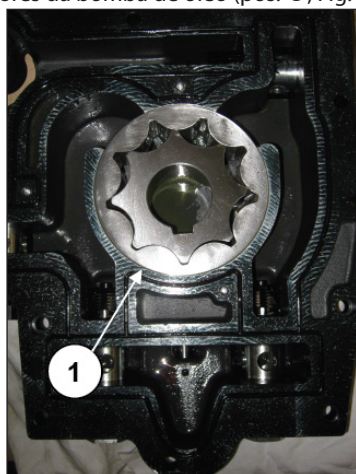

Fig. 151
Monte os rotores da bomba de óleo (pos. ①, Fig. 151).